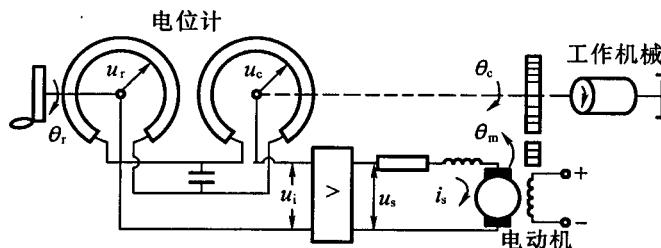

图 1-13 题 1-8 角位置随动系统工作原理图
**1-8** 角位置随动系统的工作原理图如图 1-13 所示,试简述其工作原理并画出系统方框图。